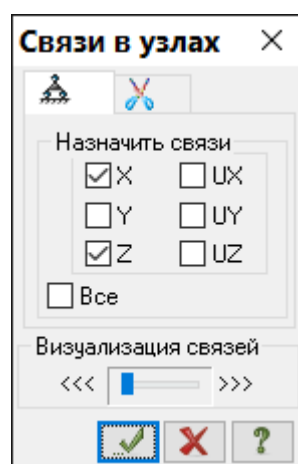

Рис.8.7. Диалоговое окно **Связи в узлах**
- Щелчком по кнопке  – **Связи** (панель **Жесткости и связи** на вкладке **Создание и редактирование**) вызовите диалоговое окно **Связи в узлах** (рис.8.7).